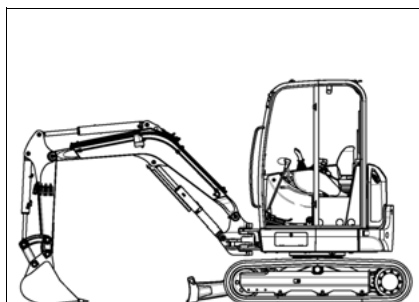

Рис. 227: Поставить транспортное средство на стоянку
- Поставить транспортное средство на стоянку, как показано на Рис. 227.
- ▶ Поставить транспортное средство на стоянку, как показано на Рис. 227.